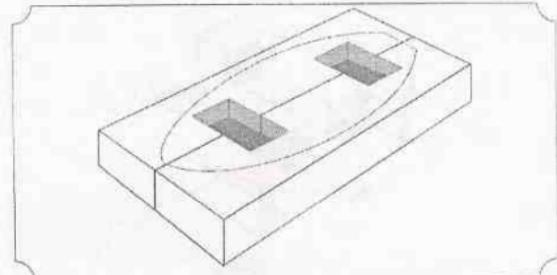

Рис. 15. На нижней части заготовки размечают контур корабля в соответствии с чертежом. После этого вырезают пазы под вкладышами
1. На нижней части заготовки размечают контур корабля в соответствии с чертежом. После этого вырезают пазы под вкладыши (Рис. 15).